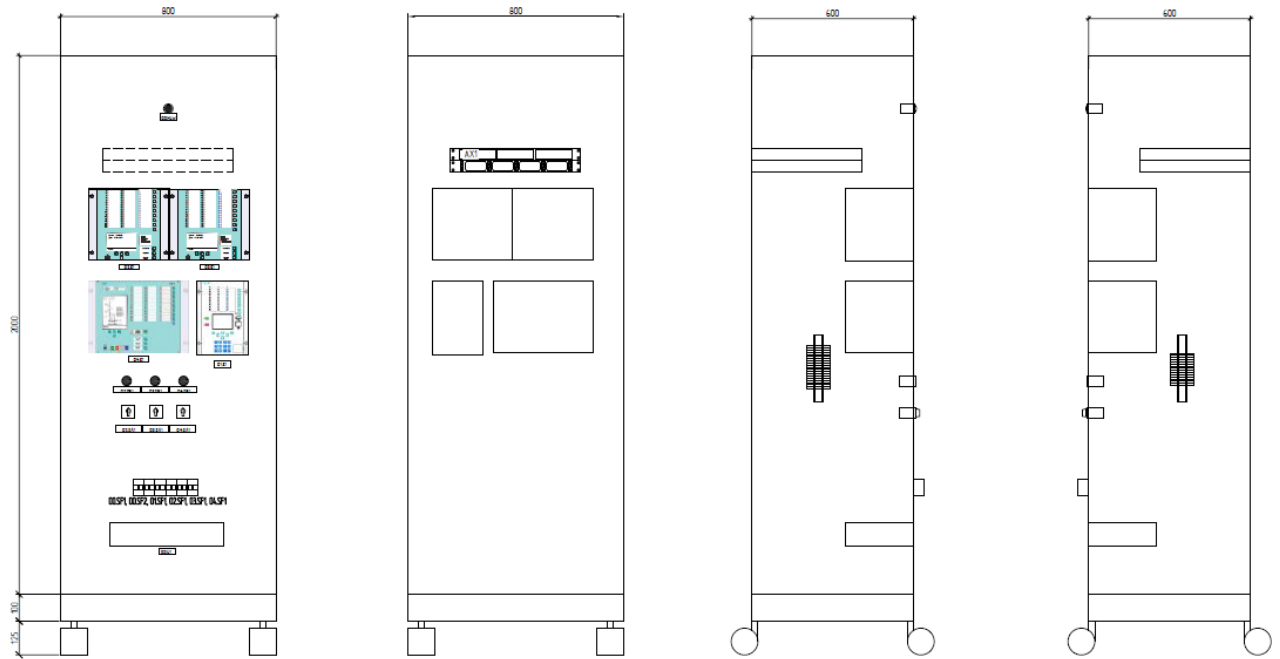

Рисунок 15. Панель защит и управления присоединением силового трансформатора.
- панелью защит и управления присоединением силового трансформатора и вводного выключателя на базе шкафа ШЭ2607 150 с комплектами БЭ2704 041 (ДЗТ), БЭ2704 073 (МТЗ), БЭ2704 419 (КП) и БЭ2502Б03 (защ. ввода) (рис. 15).